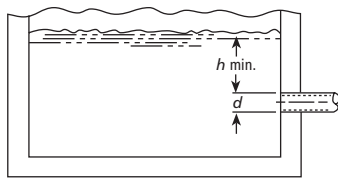

Figure 1
- 3.6 Le diamètre (d) et la hauteur d'immersion minimale (h min.) de l'entrée du tuyau d'aspiration doivent être suffisants pour empêcher l'aspiration d'air par vortex (v. fig. 1 à 4).